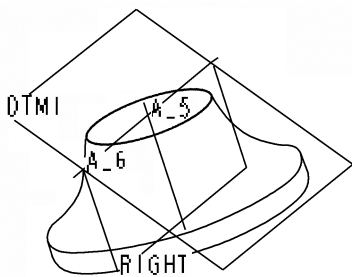

图 5-40 创建基准面
(1) 创建一基准面, 与图 5-40 所示立体的上底面相交于一条直线, 该直线是“RIGHT”基准面和立体上底面的交线, 并与立体上底面的交线成 30° 夹角, 命名为“斜面”。